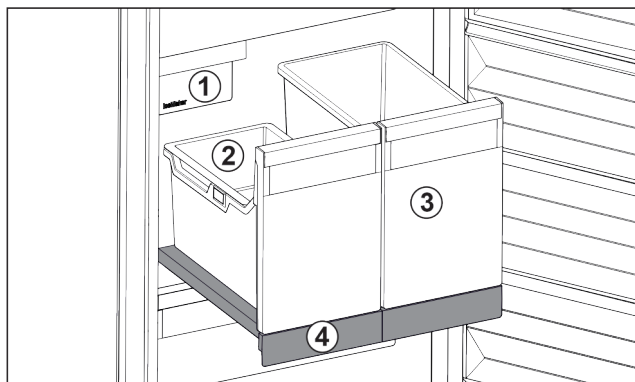

Fig. 137 Kihúzható rács IceTower egységgel
- (1) IceMaker (3) Tároló pl. pizza vagy alkoholos italok számára
(2) Beakasztható tálca a jégkockáknak (4) Kihúzható rács
A kihúzható rácson két magas tároló van kialakítva (IceTower). A tárolóban Fig. 137 (2) gyűlnek össze és tárolhatók az IceMaker által készített jégkockák. A tároló Fig. 137 (3) magas élelmiszerek tárolására alkalmas, például pizza vagy az alkoholos ital tehető bele.